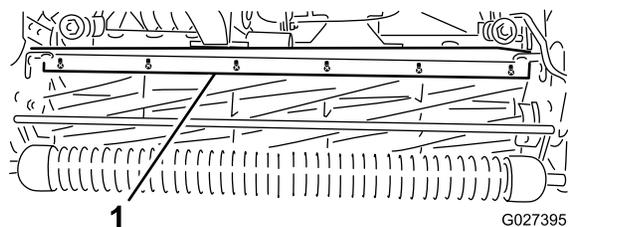

図 53
1. バー 図 53 をカッピングユニットに固定しているねじをゆるめる。